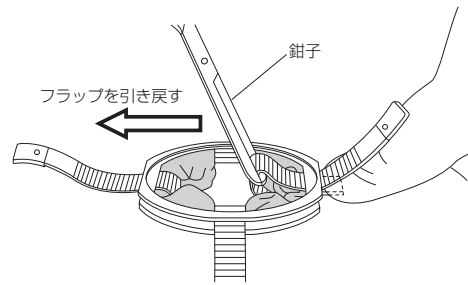

図9
- 解除レバーを押し下げたまま、鉗子等でフラップを引き戻す。(図9)